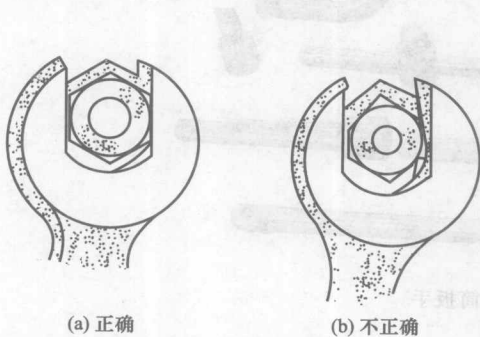

图 1-13 开口扳手选择
(3) 使用方法
① 选用各种扳手时,扳口大小必须符合螺帽或螺栓头的尺寸,如图 1-13 所示。如扳口松旷,则易滑脱,损坏扳手或螺帽、螺栓头的棱角,甚至会碰伤人。